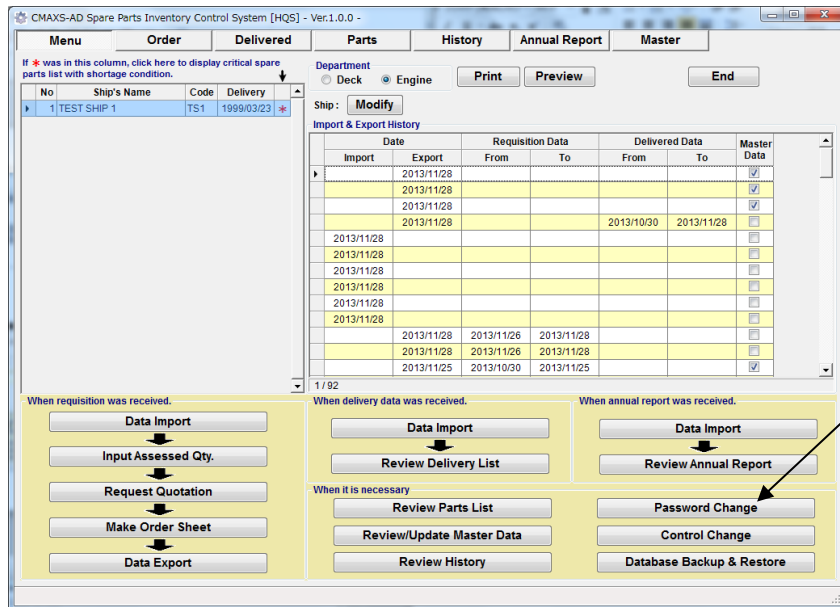

図 16-1 Menu 画面
- (1) "Menu 画面" (図 16-1)上の[Password Change] を選択してください。